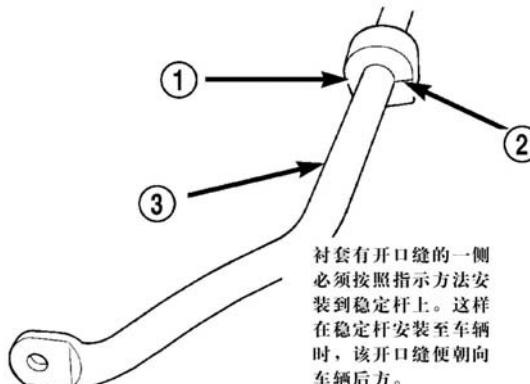

图 35 正确安装的稳定杆至托架衬套
(1) 检查时如发现稳定杆至前悬架托架的衬套需要更换，在安装稳定杆之前先装上新的衬套。衬套的更换方法为撬开衬套上的开口缝，自稳定杆剥下。在稳定杆上安装新衬套时应将衬套在开口缝处展开并压到稳定杆上。安装稳定杆至车辆时，稳定杆所装的衬套开口缝必须朝向车辆后方，方角向下朝着地面（图 35）。